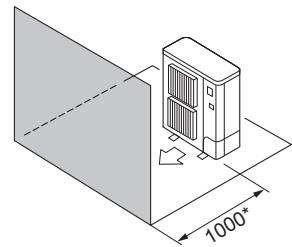

Fig. 2-6
④ Hindernisse nur auf der Vorderseite (Fig. 2-6)